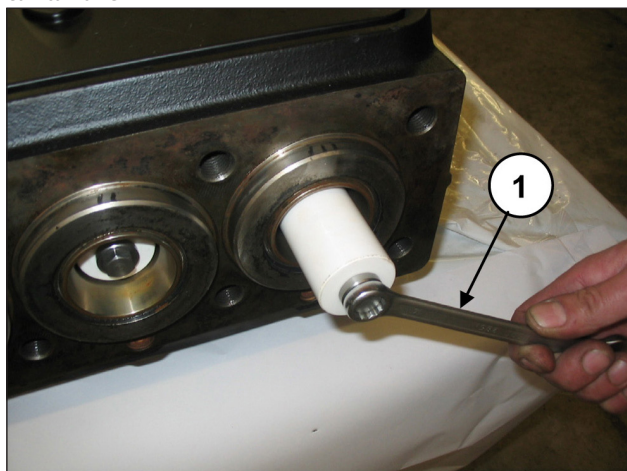

Fig. 111
Provvedere allo smontaggio dei pistoni svitando le viti di fissaggio (pos. ①, Fig. 111).